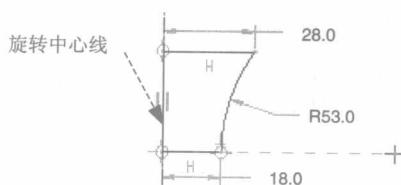

图 1.3 截面草图
- (1) 选取命令。选择下拉菜单 **插入(I)** → **◆ 旋转(R)** 命令。
- (2) 在绘图区右击，从弹出的快捷菜单中选择 **定义内部草绘...** 命令；选取 FRONT 基准平面为草绘平面，TOP 基准平面为参照平面，方向为 **顶**；在“草绘”对话框中单击 **草绘** 按钮。
- (3) 绘制图 1.3 所示的特征截面（要绘出中心线），完成后单击“草绘完成”按钮 。